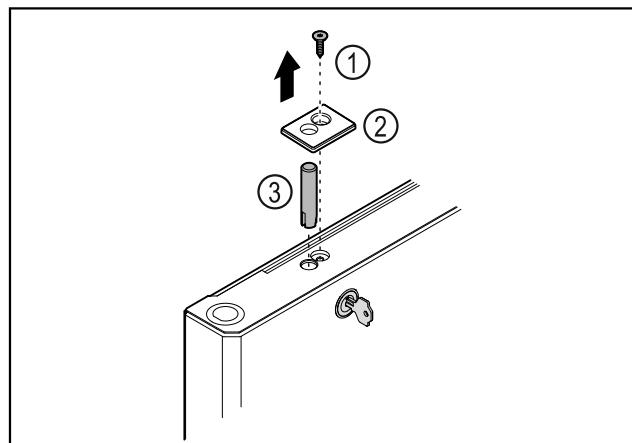

Fig. 38
- Извлеките винт Fig. 38 (1).
- С помощью небольшой отвертки освободите крышку Fig. 38 (2) от фиксации и снимите ее.
- Извлеките запорный палец Fig. 38 (3).